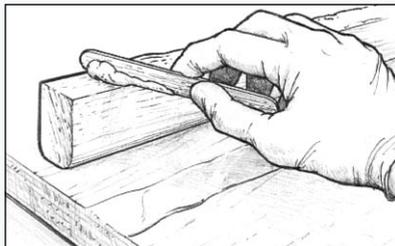

Abbildung 10 Tragen Sie angegedicktes Epoxidharz auf eine der Klebeflächen auf.
2. Geben Sie der Harz/Härter-Mischung soviel entsprechenden Füllstoff zu, bis die Mischung dick genug ist um die Vertiefungen der beiden zu verbindenden Oberflächen zu füllen, und harzarme Verbindungen vermieden werden. Tragen Sie die angedickte Mischung gleichmäßig auf **eine** der zu verklebenden Flächen auf. Tragen Sie die Mischung so großzügig auf, dass etwas von der Masse beim Anpressen aus der Klebefuge austritt (*Abbildung 10*).